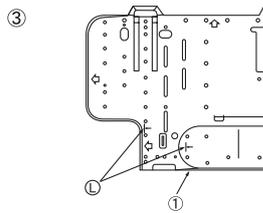
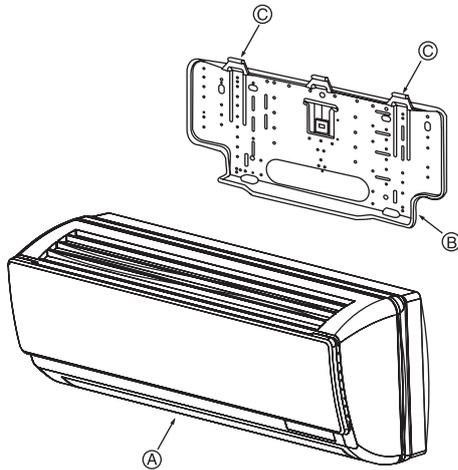

Fig. 3-7
Fig. 3-8
- ③ Se o tubo alargamento já estiver embutido na parede: (Fig. 3-7)
- (L) Marca
(1) Placa de montagem na parede
3.3. Montagem da unidade (Fig. 3-8)
- ① Coloque com segurança as placas de fixação da unidade interior nas agarras da placa de montagem na parede.
- (A) Unidade interior